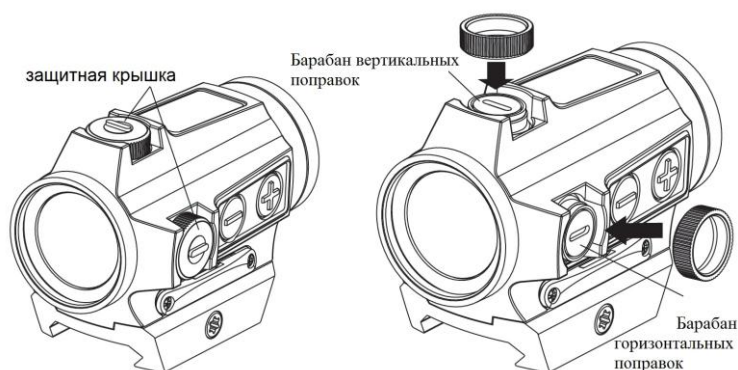

рис.5
1. Сверху прицела находится барабан вертикальных поправок, справа – барабан горизонтальных поправок (см. Рис.5). На фабрике прицельная марка устанавливается в среднее положение.
2. Для ввода поправок можно воспользоваться встроенной в защитную крышку отверткой (см. Рис.5). Обратите внимание на надпись внутри крышки.
3. Сначала снимите защитную крышку (см. Рис.5), вставьте шлиц отвертки в прорезь на барабане ввода поправок и поверните его вправо или влево, чтобы сделать нужную поправку. Каждый щелчок приводит к смещению точки попадания на 0,5 МОА.